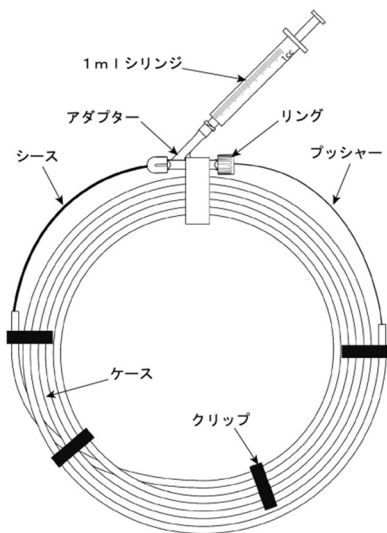

図 7. PVA ロッドの膨潤方法
- ① 患者の背中肩部に対極板をしっかりと貼る。
- ② EDG を専用のケーブルパックにセットする。
- ③ ケーブルパックのアース側リード線と対極板のコードを接続する。
- ④ マイクロカテーテルのハブに Y アダプターを取り付け、Y アダプターのサイドポートより加圧バックにより加圧されたヘパリン加生理食塩液を持続灌流させる。
- ⑤ マイクロカテーテルを目的の血管まで挿入する。
- ⑥ 図7の通り、アダプターからシース内にヘパリン加生理食塩液 1mL 程度を注入して、PVA ロッドを膨潤させる。
- ① 皮下注射針（ステンレススチール製の 20～22 ゲージ）を患者の大腿部又は鼠径部に 10mm 以上の深さまで留置する。（皮下注射針には、樹脂コートを施していないものを使用すること。）患者側アースに対極板を使用する場合は、背中肩部に対極板をしっかりと貼る。
- ② マイクロカテーテルのハブに Y アダプターを取り付け、Y アダプターのサイドポートより加圧バックにより加圧されたヘパリン加生理食塩液を持続灌流させる。
- ③ マイクロカテーテルを目的の血管まで挿入する。
- ④ EDG v4 の POWER ON リボンを引き抜き、電源を入れる。
- ⑤ EDG v4 のアースクリップに予め接続されている対極板アダプターを外し、アースクリップを皮下注射針に接続する。患者側アースに対極板を使用する場合は、EDG v4 に予め接続されている対極板アダプターと対極板のコードを接続する。